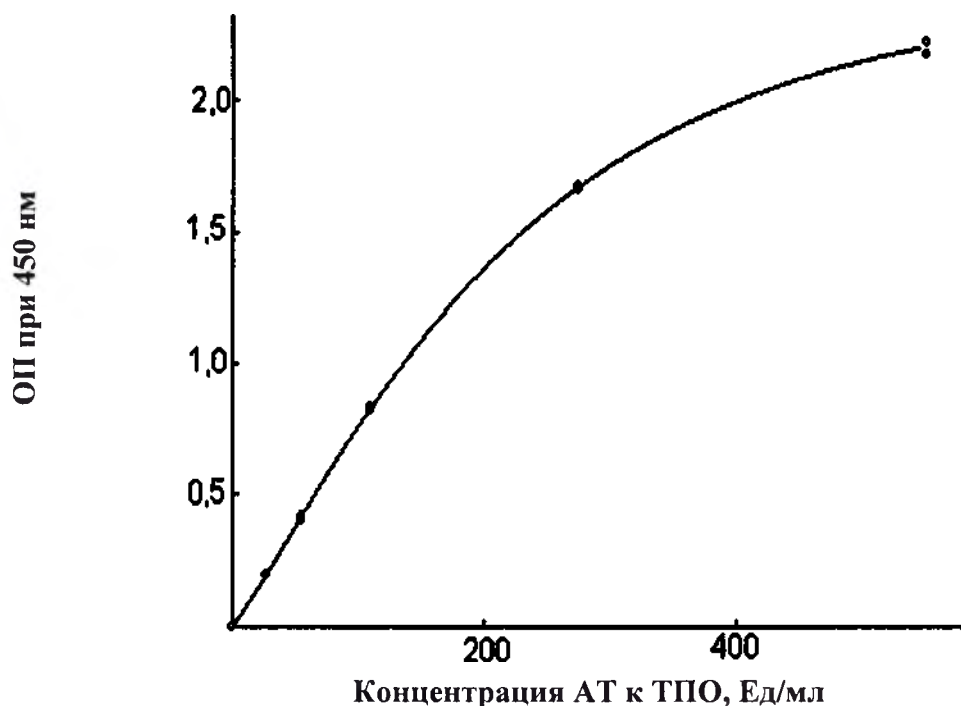

Рисунок 2. Типичный калибровочный график
9.1. Построить калибровочный график зависимости оптических плотностей от концентрации АТ к ТПО (Ед/мл) в калибровочных пробах (Рисунок 2). Внешний вид графика зависит от способа преобразования осей.